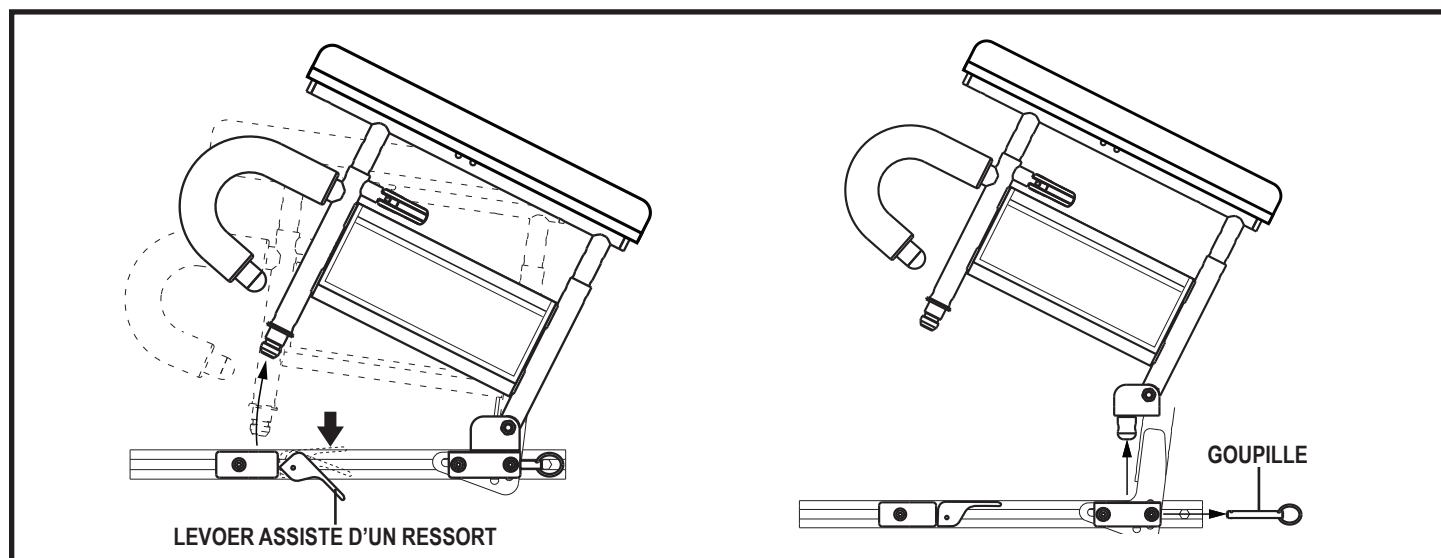

Figure 29. Enlèvement/installation d'accoudoir à deux montants
Ces accoudoirs possèdent un jeu de réglage de la hauteur de 10.16 cm (4 po) à 2.54 cm (1 po) d'intervalle. Le jeu de réglage est situé entre le niveau 25.4–35.56 cm (10–14 po). Le jeu est mesuré entre le rail du siège et le dessus du coussin de l'accoudoir. Vous pouvez relever ou enlever l'accoudoir pour faciliter les transferts. **Voir la figure 29.**
1. Pesez sur le levier à ressort vers le bas et soulevez le devant de l'accoudoir. **Voir la figure 29.**
2. Retirez la goupille du montant de dossier. **Voir la figure 29.**
1. Placez l'extrémité arrière du module d'accoudoir dans la fixation puis installez la goupille. **Voir la figure 29.**